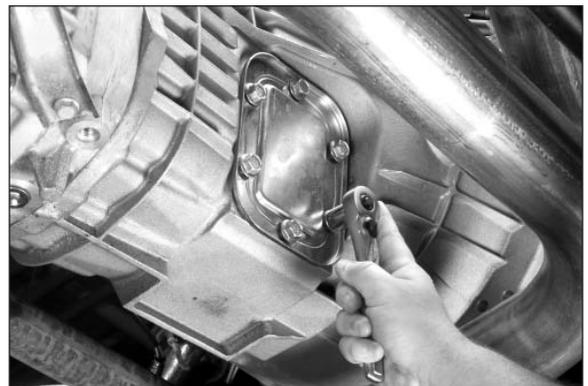

Fig. 2
3. Rimuovere il coperchio e la guarnizione dell'apertura per la presa di forza sulla trasmissione. Accertarsi che la superficie dell'apertura sia asciutta e pulita (**fig. 2**).